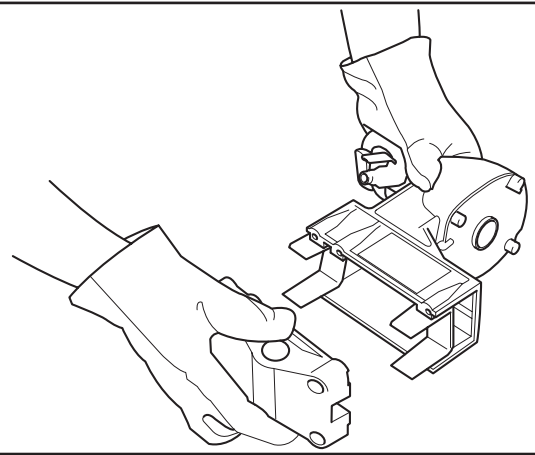

Fig. 15
1. Desaperte os quatro parafusos e o manípulo de fixação na parte de trás da máquina. Quando a peça traseira for substituída, substituir as duas placas deslizantes (Fig. 15).
1. Loosen the four screws and the locking knob on the rear of the drill. Replace the two sliding plates when the rear section must be changed (Fig 15).